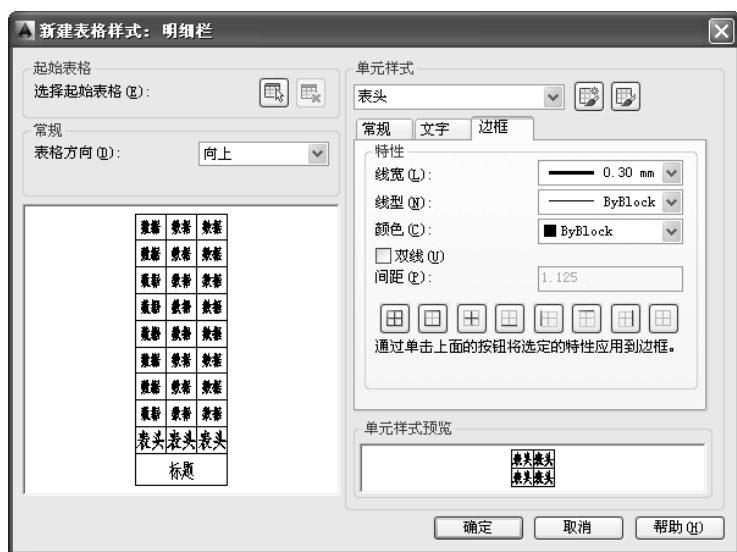

图 6-34 设置明细栏“表头”的“边框”选项卡
(11) 单击“边框”标签, 切换到“边框”选项卡, 在“线宽”下拉列表中选择“0.30mm”, 再单击“左边框”按钮、“上边框”按钮和“右边框”按钮, 设置表头最下的水平线和表头中的垂直线为粗实线, 如图 6-34 所示。
(12) 单击“确定”按钮, 返回到“表格样式”对话框, 单击按钮, 将“明细栏”表格样式置为当前表格样式。
(13) 单击按钮, 完成表格样式的创建。